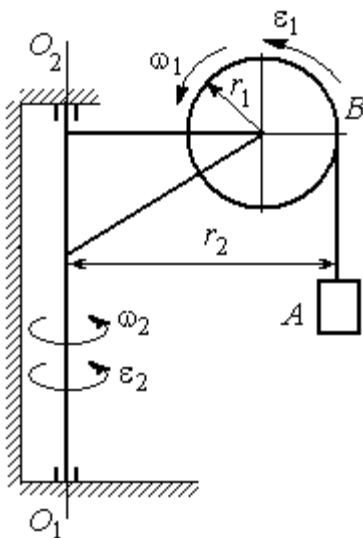

Рис. 3.5. Механизм поворотного крана
**Задача 38.** При совмещении работы механизмов подъёма груза и поворота крана (рис. 3.5) груз  $A$  перемещается в горизонтальном и вертикальном направлениях. На участке разгона барабан  $B$  радиуса  $r_1 = 0,5$  м, на который навит канат, поддерживающий груз, вращается с постоянным угловым ускорением  $\varepsilon_1 = 3 \text{ рад/с}^2$ , а кран разворачивается вокруг оси  $O_1O_2$  с угловым ускорением  $\varepsilon_2 = 0,5 \text{ рад/с}^2$ .